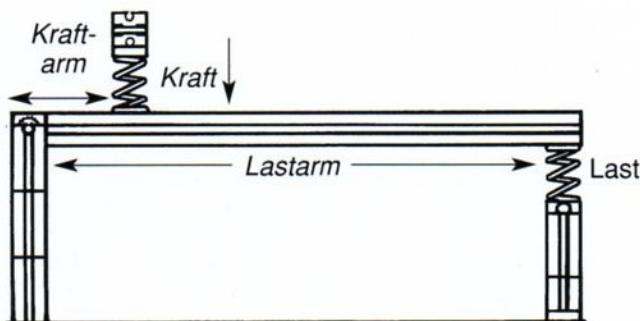

Abb. 2
- III) Ändert jetzt das Modell, wie in Abb. 2 gezeigt.